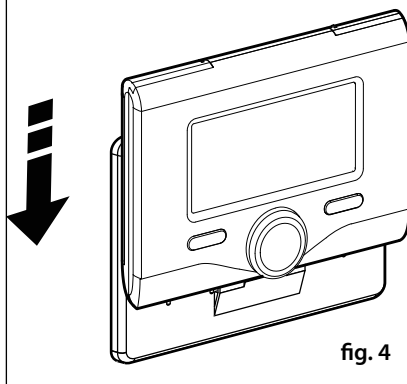

fig. 4
- posicionar la interfaz de sistema sobre la base, empujándola con delicadeza hacia abajo (fig.4).